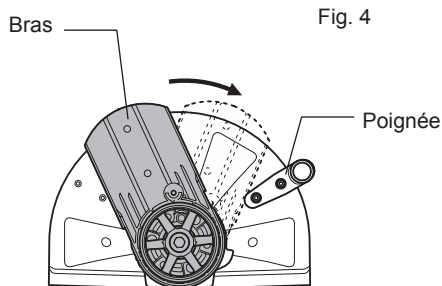
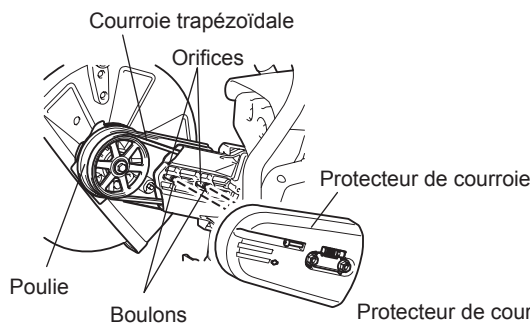

Fig. 4
Fig. 6
- (5) Faites pivoter le bras jusqu'à ce qu'il entre en contact avec la poignée, puis remontez manuellement l'arbre de verrouillage en position d'origine. (Fig. 4)
- (6) Retournez l'accessoire de coupe que vous avez retiré, faites passer le boulon à travers l'orifice, puis remontez-le dans le sens B.
- (7) Réinstallez la courroie trapézoïdale sur la poulie. (Fig. 6)